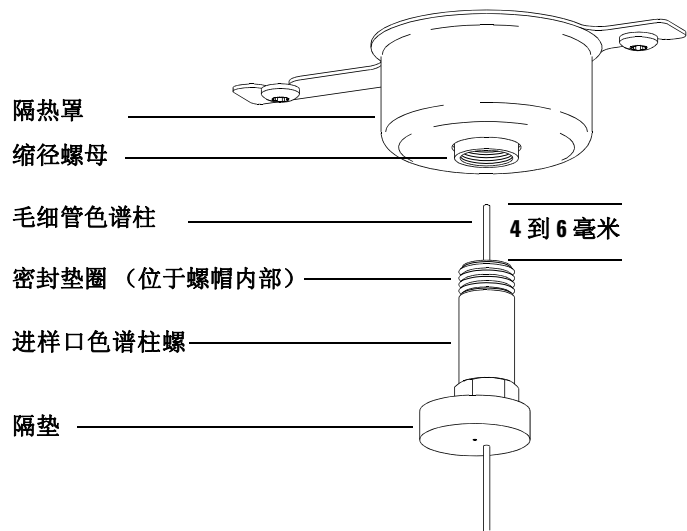

图 8 在分流 / 不分流进样口中安装毛细管色谱柱
- 2 调整色谱柱，使其比密封垫圈端部高出 4 至 6 毫米（见图 8）。